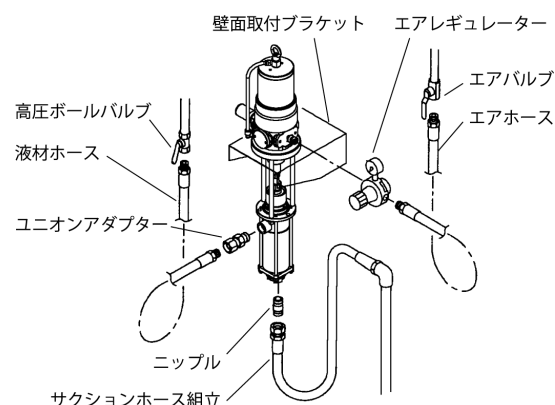

Fig.6
- 2) ポンプとサクシオンホース組立 (別売) を接続してください。(Fig.6)